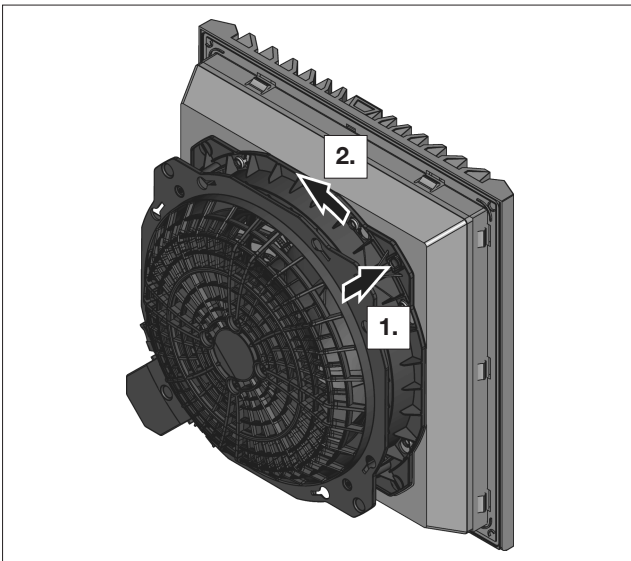

図10: バヨネットロックの解除
- ファンユニットの背面にあるバヨネットロックの解錠ボタンを押してください(図10を参照)。これは、接続端子と反対側の角にあります。